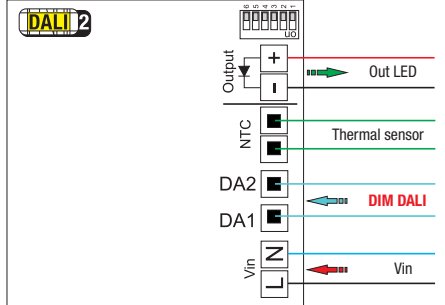

Fig. 4 - RN9160
**C - Funzione BiLevel** - Fig. 4 - Questa funzione permette tramite comando su ingresso pulsante (ad esempio orologio) di ridurre il livello di luminosità, cortocircuitando l'ingresso 0÷10Vdc; all'intervento del comando la luminosità si porterà al 50% e con comando aperto tornerà al 100%. È possibile impostare il livello tramite generatore 0÷10Vdc (Es. A) - (RN9160)
**C - BiLevel function** - Fig. 4 - by means of the control located on the input of the button (e.g. clock), this function allows the reduction of the brightness level, by short-circuiting the 0÷10Vdc input; at the intervention of the control, brightness shall be at 50%, with open control it will return at 100%. It is possible to set the level by means of 0÷10Vdc generator (Ex. A) - (RN9160).